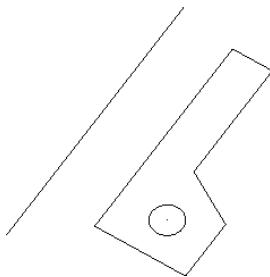

图 7-11 创建旋转实体实例
- 01 在“文件”工具栏中单击“打开文件”按钮，打开如图 7-11 所示的图形。